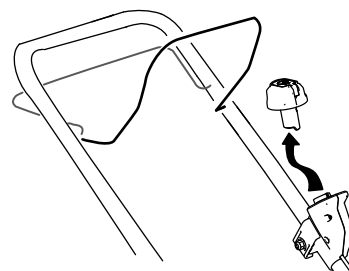

Figura 18
1. Remova o botão de arranque elétrico (Figura 18).